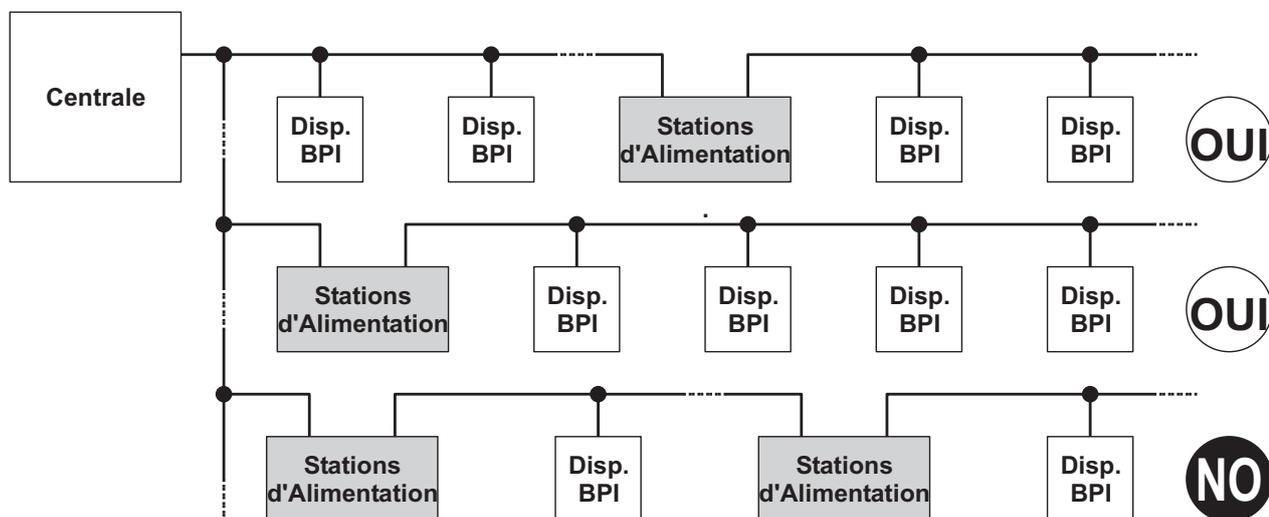

Figure 10 Branchement des Stations d'Alimentation.
**UNE SEULE** Station d'Alimentation peut être branchée à chaque dérivation du bus BPI de la Centrale, tel qu'illustré sur la Figure 10).